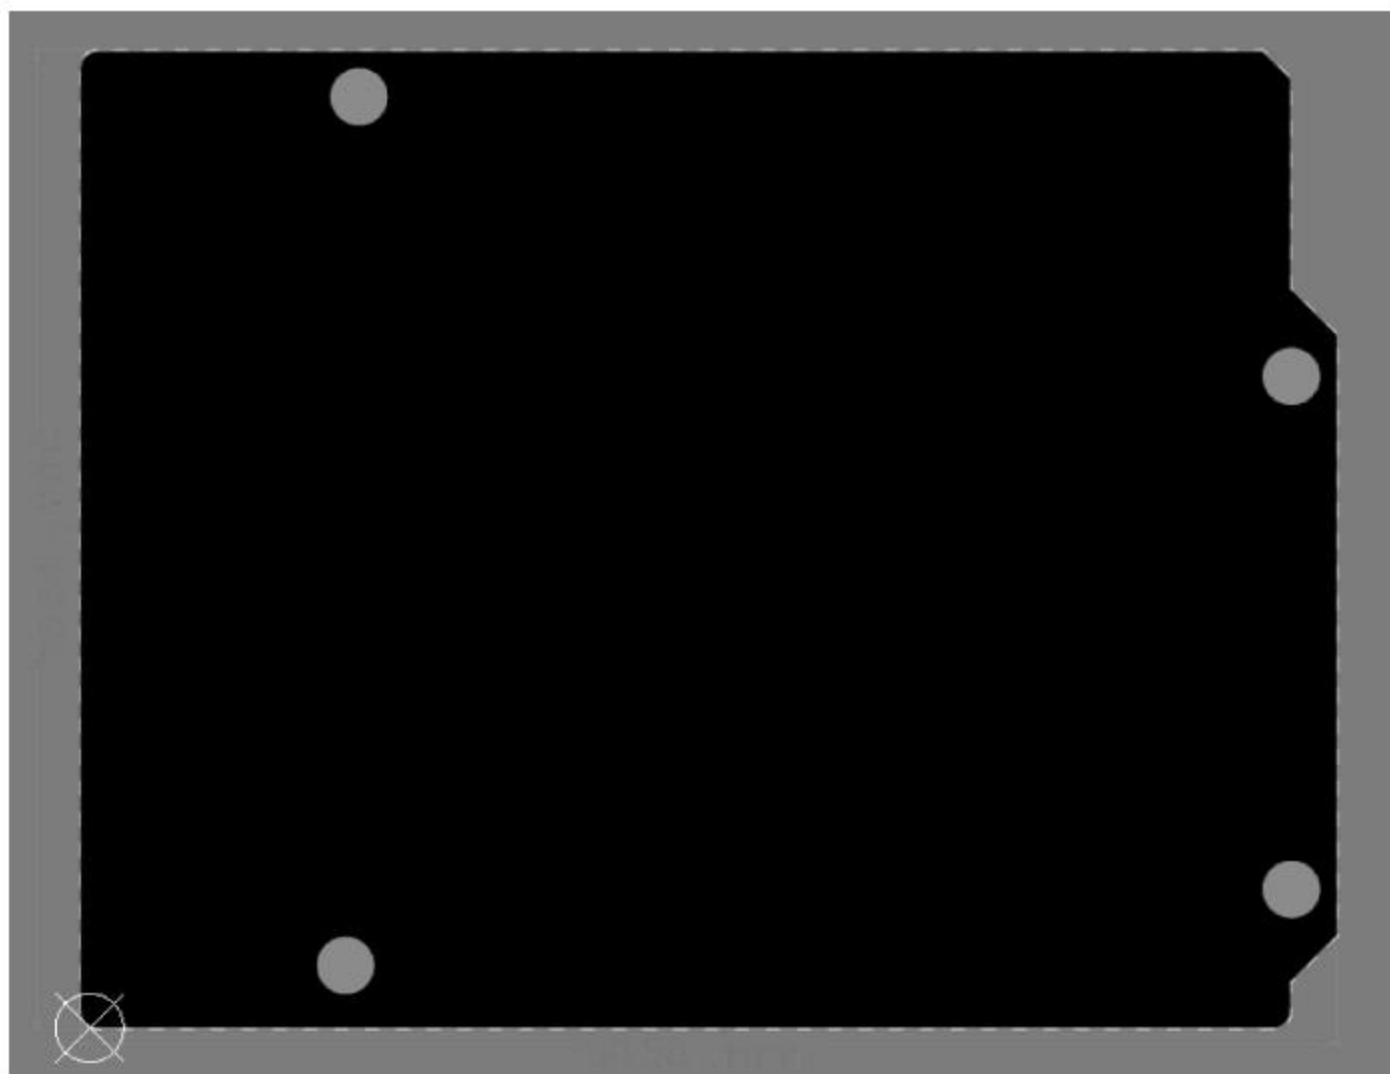

图 7-11 板框效果
(1) 按照设计要求绘制板框。切换到 Mechanical 1 层,执行菜单栏中“放置”→“线条”命令,或者按快捷键 P+L,绘制一个符合板子外形尺寸要求的闭合框。
(2) 选中绘制好的板框线,执行菜单栏中“设计”→“板子形状”→“按照选择对象定义”命令,或者按快捷键 D+S+D 定义板框。
(3) 放置尺寸标注。可在 Mechanical 2 层放置尺寸标注。执行菜单栏中“放置”→“尺寸”→“线性尺寸”命令,单位和模式选择(mm),得到的板框效果如图 7-11 所示。